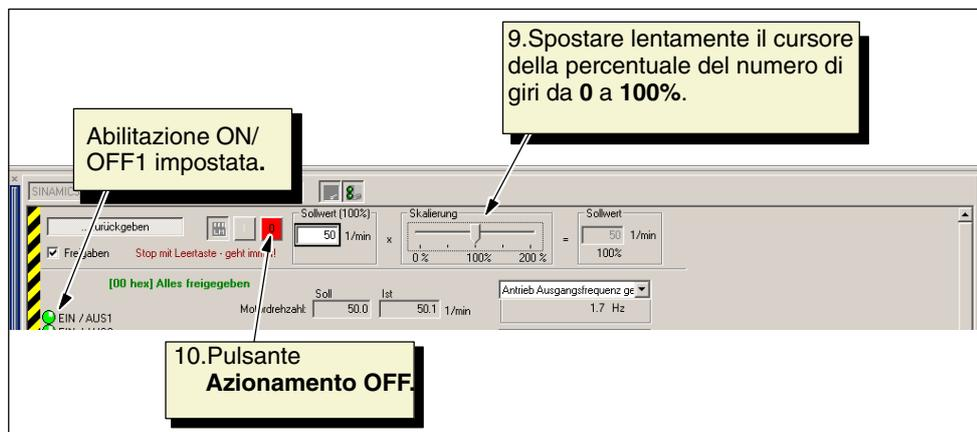

Fig. 10-39 Il motore ruota
9. Come illustrato nella fig. 10-39, spostare lentamente il cursore della percentuale del numero di giri da 0 a 100%.